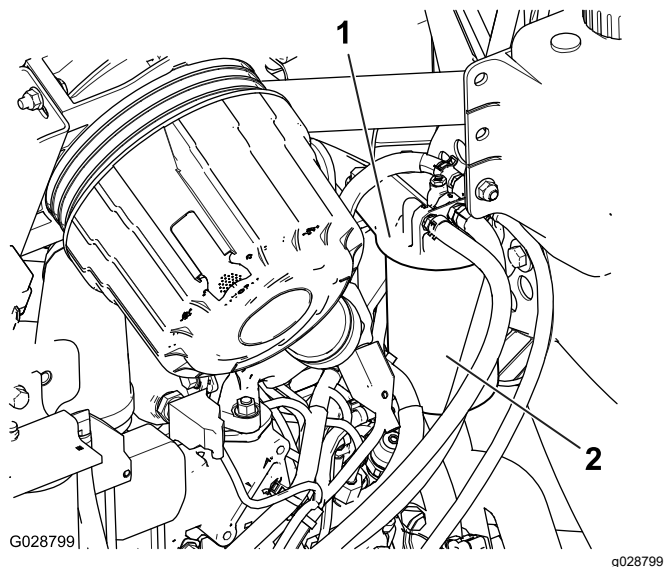

图 50
1. 清理燃油滤清器头附近的区域**图 50**。
2. 拆下滤清器并清洁滤清器头安装面**图 50**。